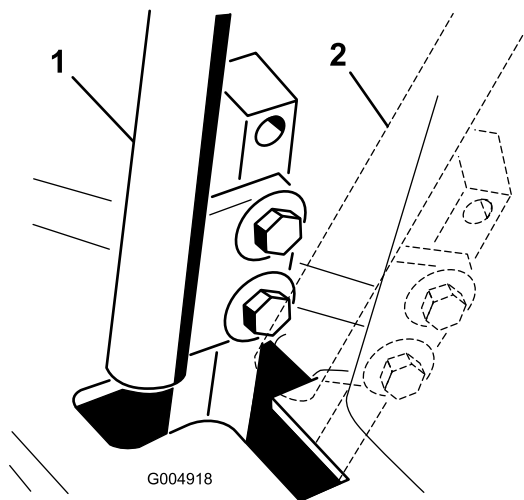

Figura 83
4. Mueva la palanca de control a la posición de punto muerto, pero **no a la posición de bloqueo** (Figura 83).
6. Compruebe la posición de la palanca de control con relación a la muesca de la consola (Figura 83).